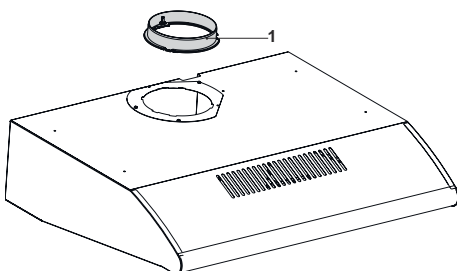

Fig. 15
1. ➔ Afmontere den runde plastik beslag. Fig. 15.